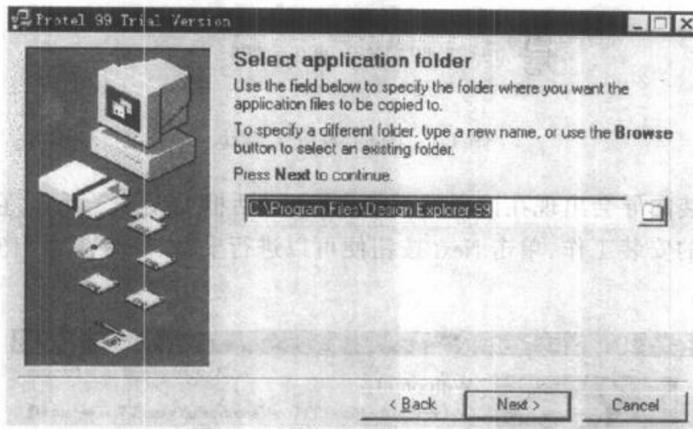

图 1-4 选择目的文件夹窗口
(4) 选择安装方式后单击 Next 按钮,会出现如图 1-4 所示的目的文件夹窗口。